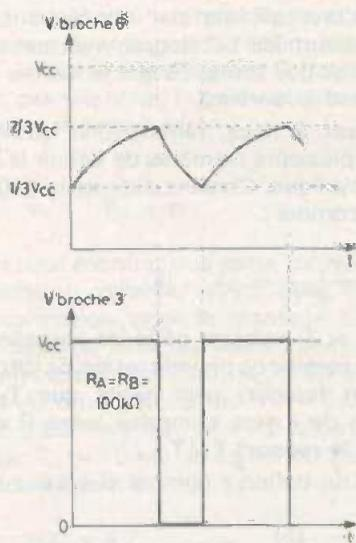

Fig. 4
Dans le cas de la figure 4 les formules (1), (2) et (3) donnent avec $R_A = R_B = 100 \text{ k}\Omega$, 50 %, 33 % et 67 % respectivement.